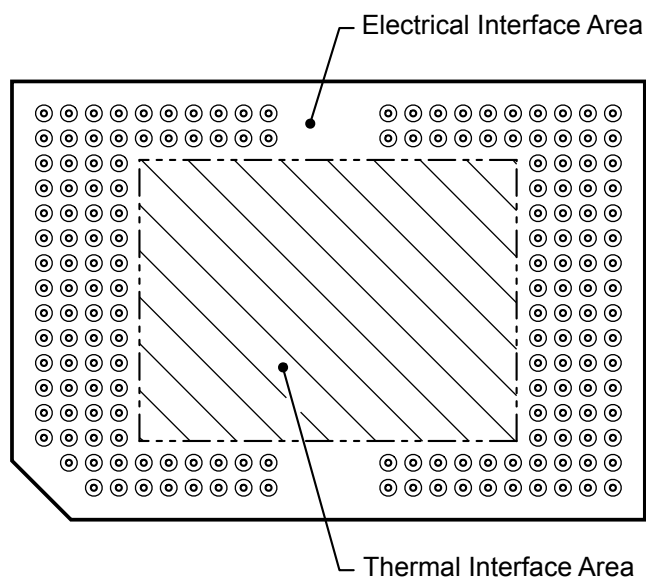

図 5-15. システム実装インターフェイスの荷重
(1) 負荷は、図 5-15 に示す対応する領域に均一に適用される必要があります。